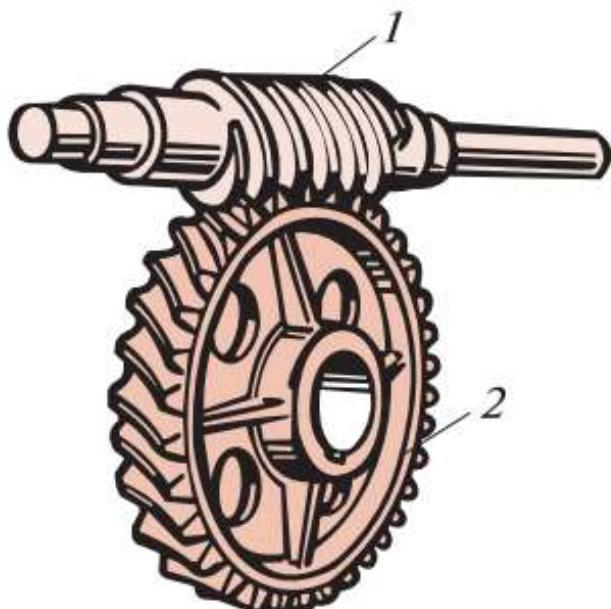

Рис. 34.1
**Червячной передачей** называется механизм, служащий для преобразования вращательного движения между валами со скрещивающимися осями. Обычно червячная передача (рис. 34.1) состоит из **червяка** 1 и сопряженного с ним **червячного колеса** 2. Угол скрещивания осей обычно равен  $90^\circ$ ; неортогональные передачи встречаются редко. Червячные передачи относятся к передачам зацеплением, в которых движение осуществляется по принципу винтовой пары.